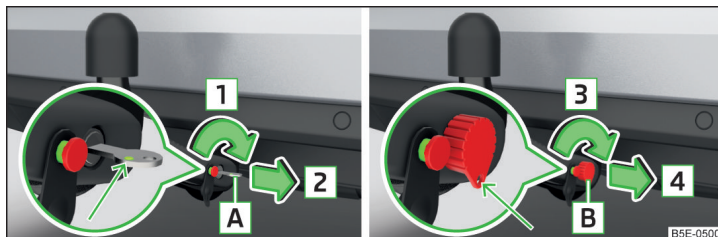

Fig. 171 Bloccaggio della serratura: variante chiave 1 / variante chiave 2
- Ruotare la chiave **A** in direzione della freccia **1**, in modo che il suo contrassegno verde sia rivolto verso l'alto » fig. 171.
- Ruotare la chiave [B] in direzione della freccia [3], in modo che l'occhiello della chiave sia rivolto verso il basso » fig. 171.